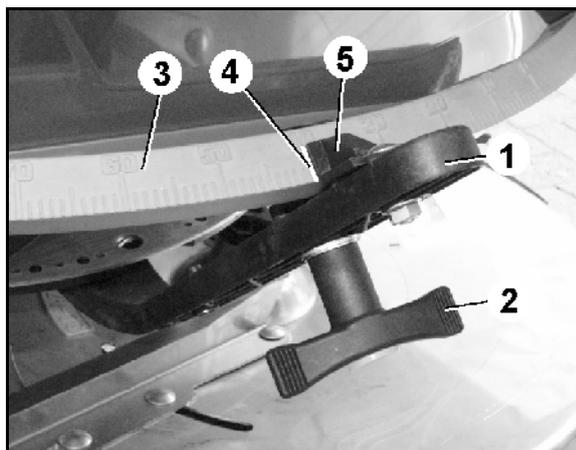

Fig. 81
Mengdeinnstillingen skjer da ifølge spredetabellen ved hjelp av stillespaken (Fig. 81/1).
2. Løsne vingeskruen (Fig. 81/2).
3. Finn den nødvendige spjeldstillingen på skalaen (Fig. 81/3).
4. Still avlesingskanten (Fig. 81/4) til stillespakviseren (Fig. 81/5) på skalaverdien.
6. Stram vingeskruen (Fig. 81/2).